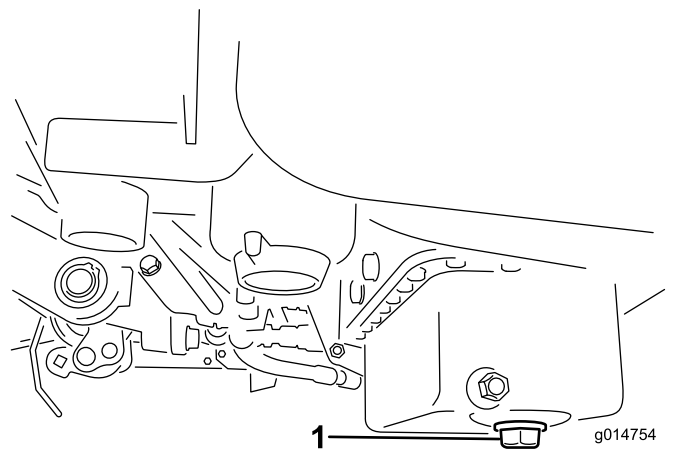

Figure 32
1. Retirez le bouchon de vidange et laissez couler l'huile dans un bac de vidange. Remettez le bouchon quand la vidange est terminée (Figure 32).